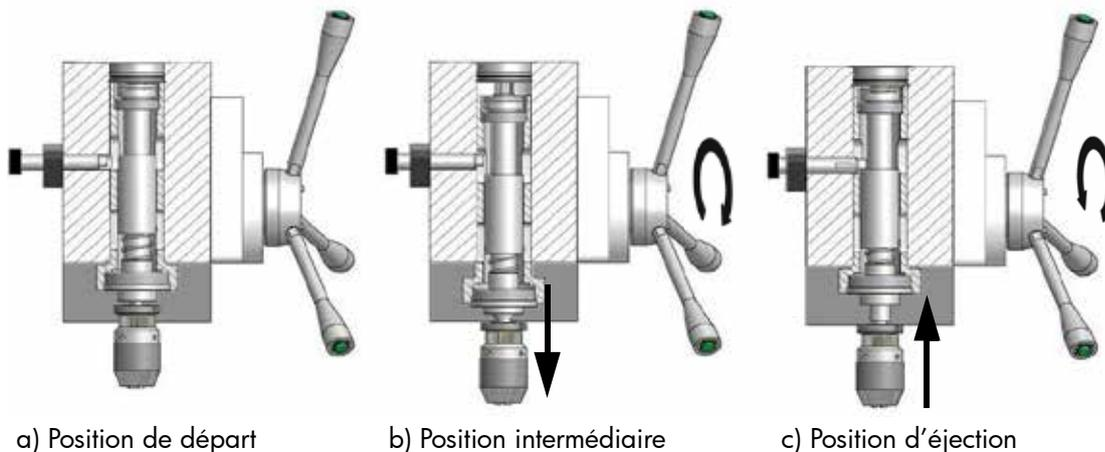

Fig. 4-18 Représentation en coupe du fonctionnement du chasse-cône intégré
- Abaissez le fourreau de la broche jusqu'à ce que vous puissiez glisser le boulon de blocage (1) (Fig. 4-18 b, position intermédiaire).
- Bougez le boulon de blocage (1) jusqu'à ce qu'il s'engage complètement (Fig. 4-18, c, position d'éjection).
- Poussez le levier du fourreau de la broche (2) vers le haut, avec un mouvement rapide et puissant.